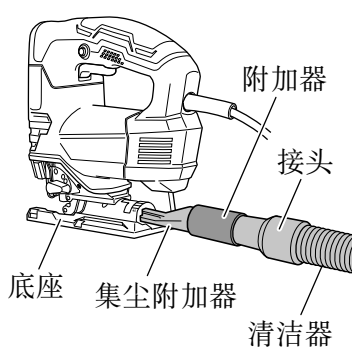

图 21
- (3) 通过附加器连接上集尘附加器。(图 21)
- (4) 连接附加器与清洁器的接头。(图 21)